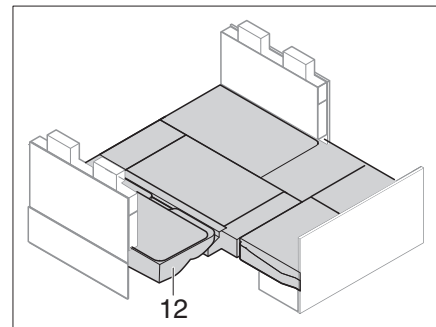

Fig. 233 Dopo la trasformazione
- Inserire i cuscini e le prolunghe del sedile. Posizionare il cuscino dello schienale (Fig. 233,12) sui cuscini aggiuntivi.